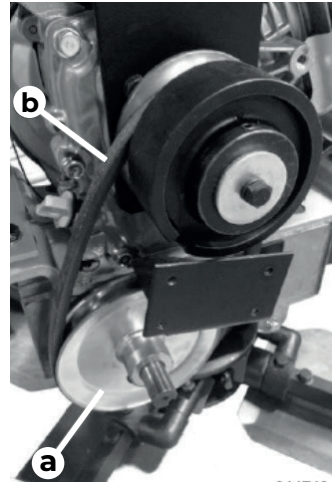

Рисунок 18. Замена ремня
3. Медленно проверните шкив (Рис. 18, а) и снимите ремень (b).